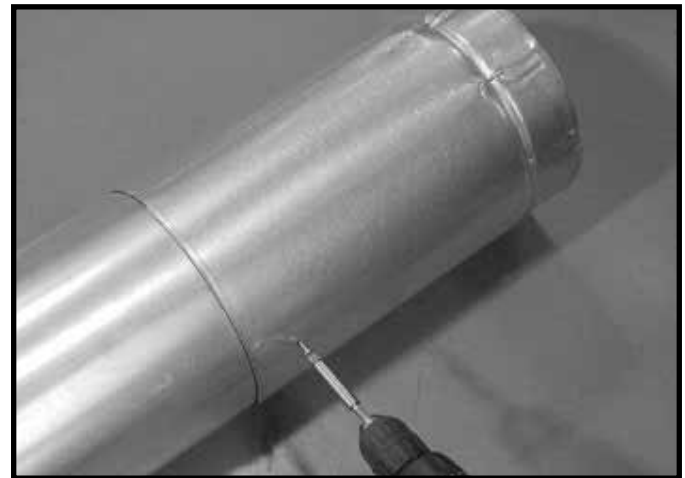

Figure 7.7 Vis dans la section coulissante
- Fixez le conduit et la section coulissante avec deux vis d'une longueur inférieure à 13 mm (1/2 po) en utilisant les trous de guidage sur la section coulissante. Voir la Figure 7.7.